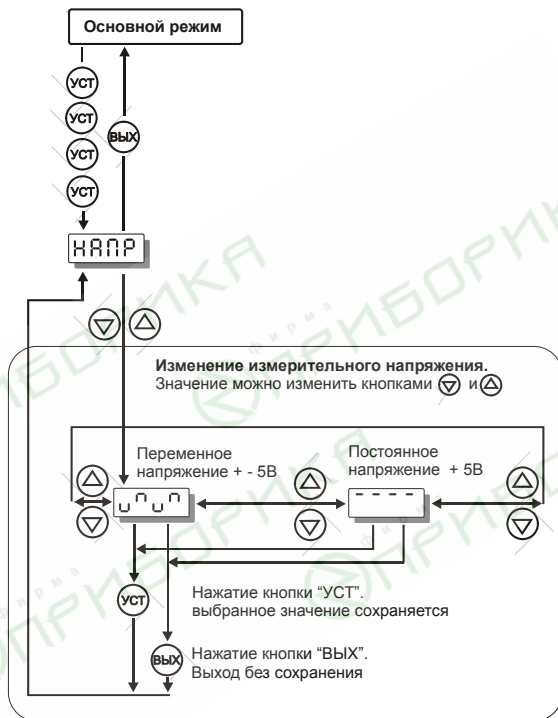

Рисунок 25
8.6.1 Просмотр/изменение измерительного напряжения производится согласно рис. 25